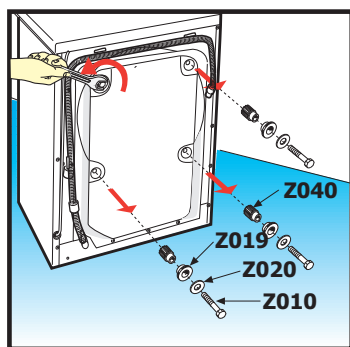

Abb. 1
- (a) Mit einem 10 mm Inbusschlüssel die 4 Schraube **2010** mit entsprechenden Unterlegscheiben **2020**, die Buchsen der Transportsicherungen **2019** und die Transportsicherungen selbst **2040** ausbauen (**siehe Abb. 1**).